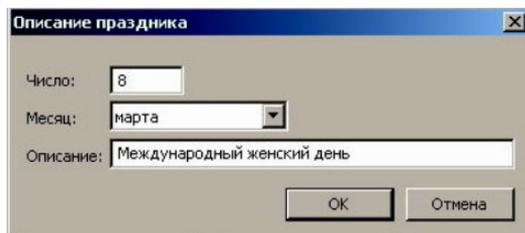

Рис. 2.19 Диалоговое окно «Описание праздника».
3. Откроется диалоговое окно «*Описание праздника*» (рис. 2.19), в котором выберите дату праздника и укажите его название. Нажмите кнопку «ОК».